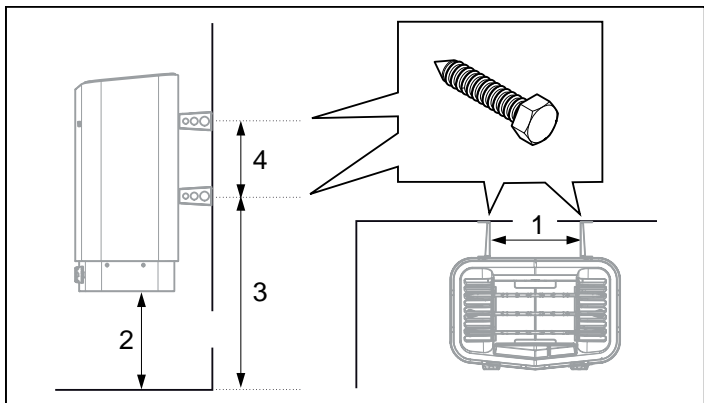

Fig. 10 : Cotes
9. Installer les vis pour support d'après les cotes, voir la figure 10.